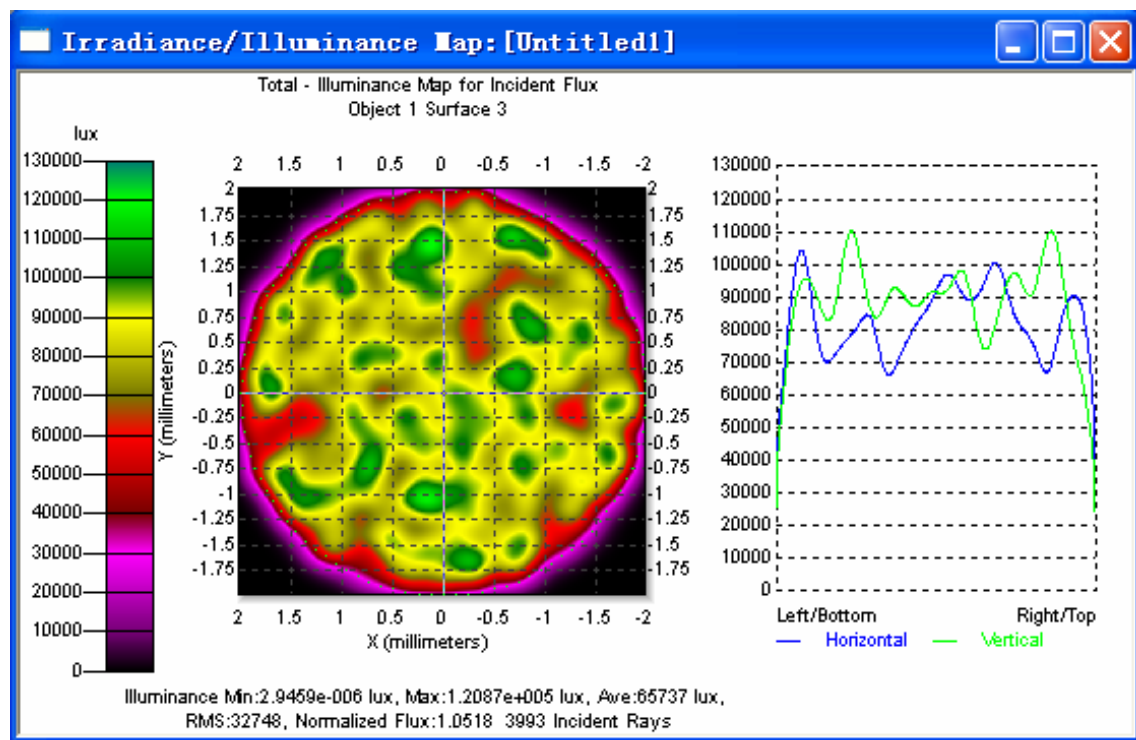

图 4.1.10
6. 选中 surface4，点击 ，进行照度、辉度分析，如图 4.1.10。根据照度图，照度大小分布情况，可以进行调整，使设计更加优越。